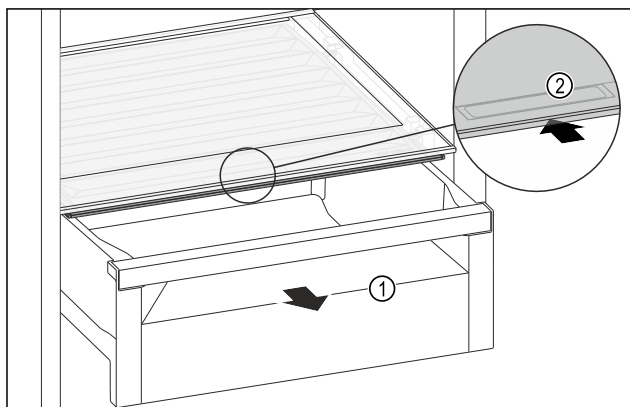

Fig. 109
- Zásuvku Fig. 109 (1) vytáhněte.
- Uchopte prohlubeň pro rukojeť Fig. 109 (2) na víku zásuvky a současně zasuněte víko zásuvky směrem dozadu.